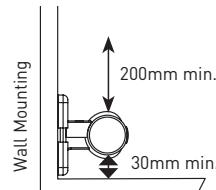

Fig.4
- Osservare le distanze minime sotto e sopra la stufetta come indicato in [Fig. 4].